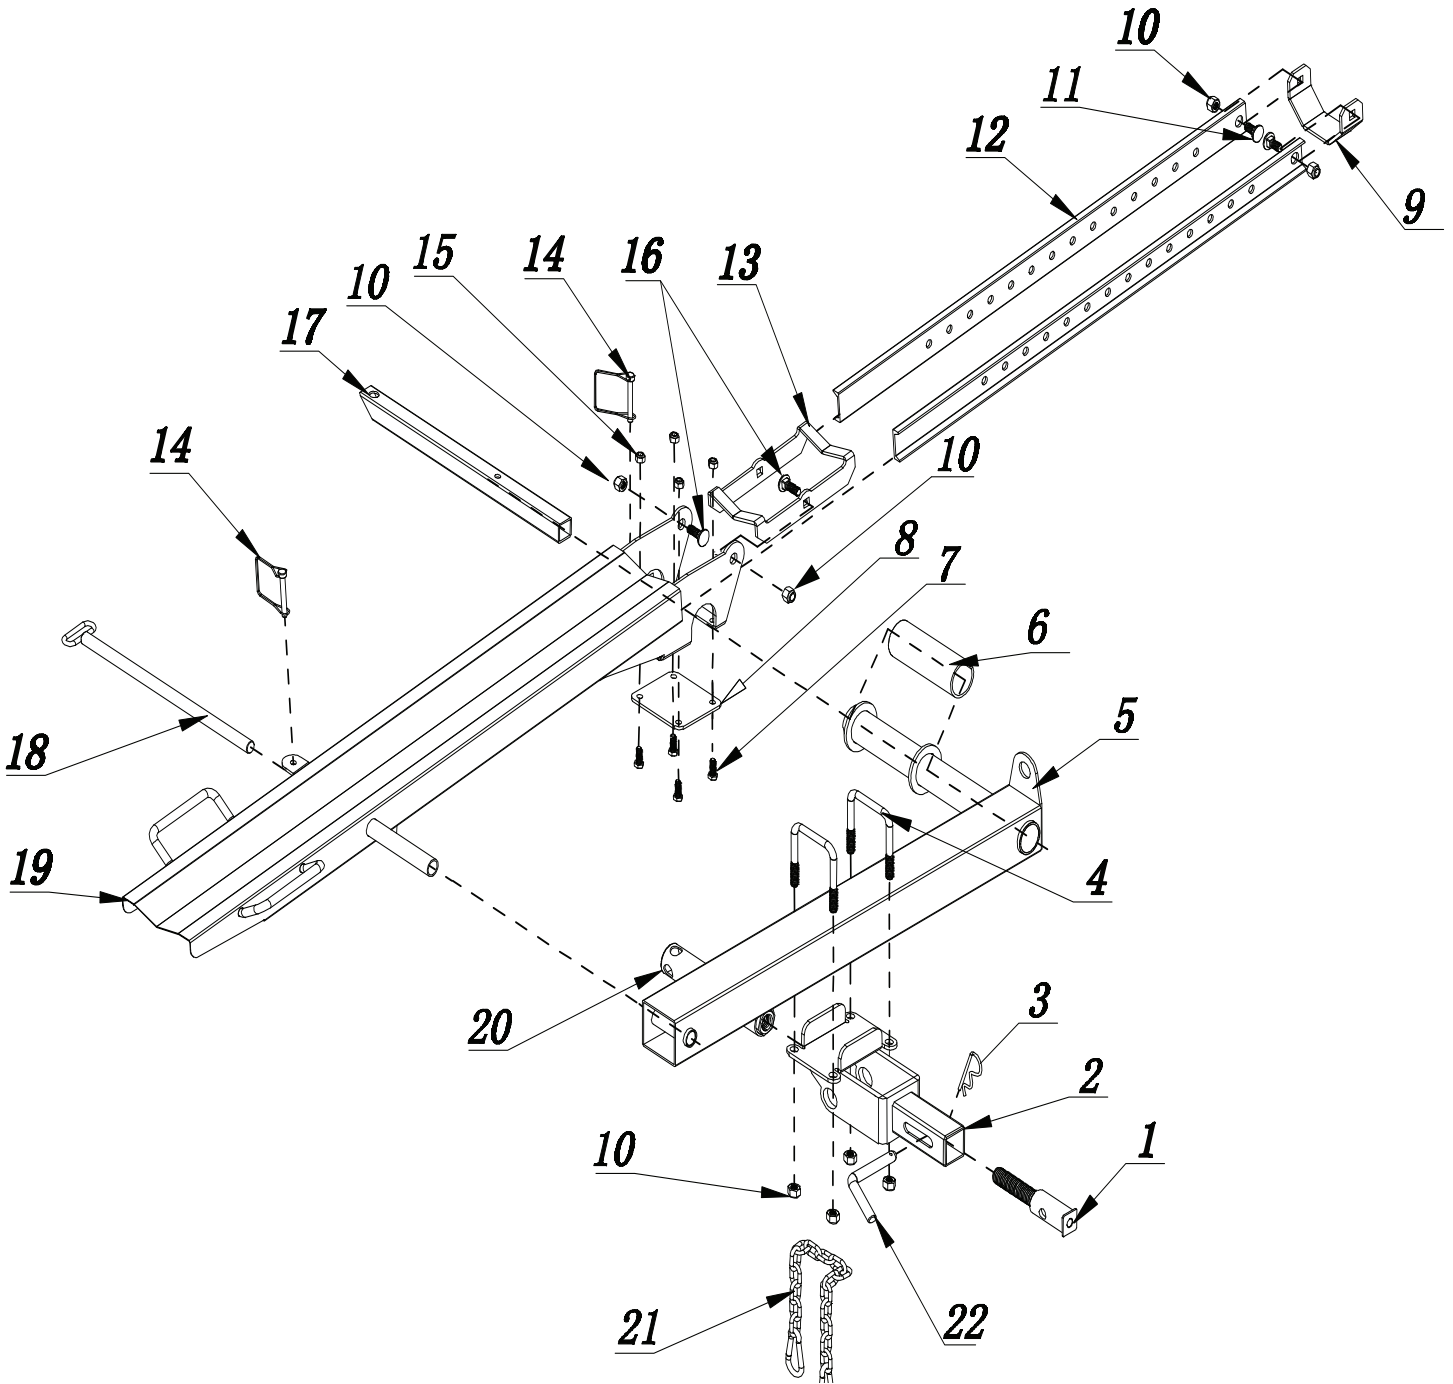
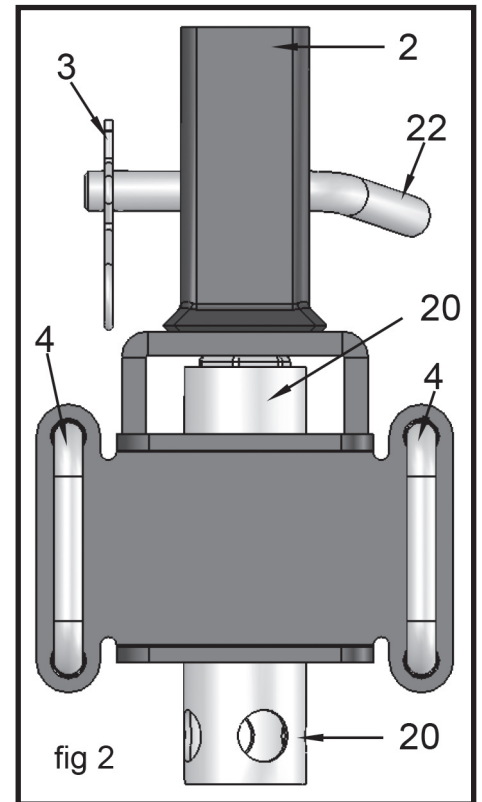

fig 1
fig 2
1. Be sure the R-clip (3, fig 1,2,& 3) and hitch pin (22, fig 1, 2, 3 & 4) are removed from the WedgeLock bracket assembly. (fig 2 & 3 show the entire WedgeLock bracket assembly.)
1. S'assurer que la barrure de type R (3, fig 1, 2 et 3) et la goupille d'attelage (22, fig 1, 2, 3 et 4) sont retirées de l'étrier d'ancrage. Ensemble du support. (fig 2 et 3 montrent le support de l'étrier d'ancrage entier.)